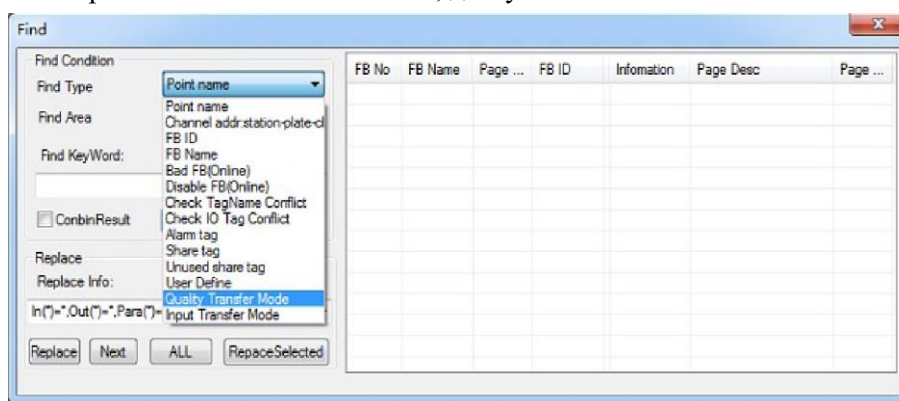

Рис. 3.4-30 Поиск ФБ по типу
- На Рис. 3.4-30 перечислены все типы поиска, доступные пользователю.